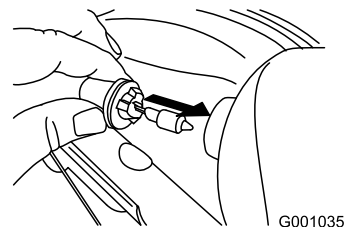

Bild 55
4. Setzen Sie eine neue Glühbirne hinten am Scheinwerfer ein (Bild 55).